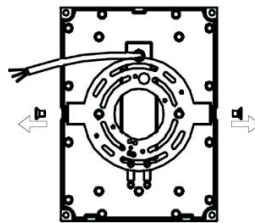

Рисунок 4.
5.7. Снимите крепежную скобу, открутив два винта (см. рисунок 4).